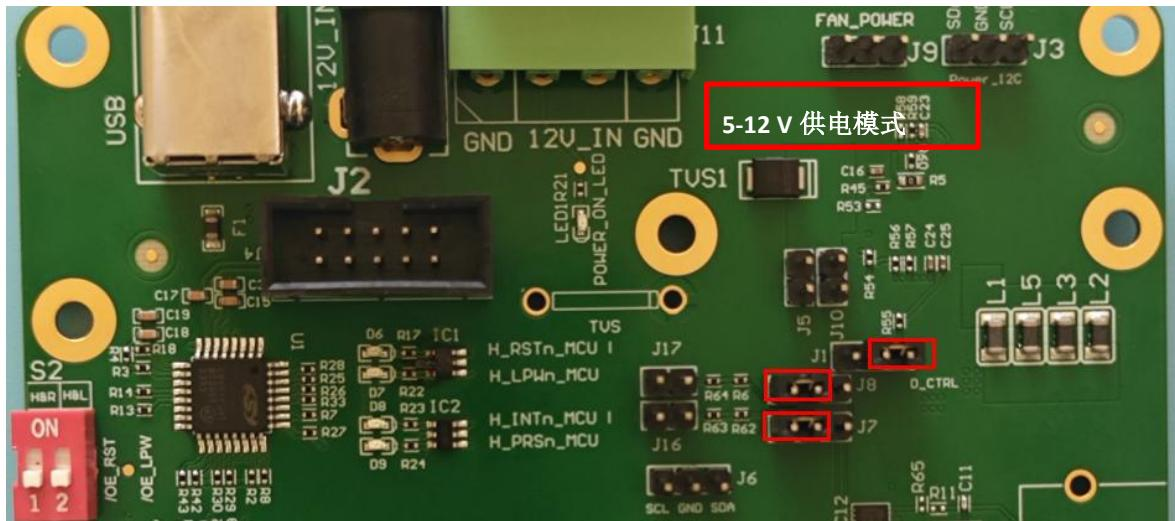

图 1
1. 按下图 1 所示位置（红色框），安装短接跳帽。连接电源（5-12V）到测试板（一定要先连接电源），然后用 USB 线（插上时，比电源后插入，拔出是先拔出）将测试板和电脑的 USB 口相连，然后打开电源，电源指示灯亮。在此种供电模式下，供电电压为稳定 3.3V，不会随测试板输入电压的改变而改变。